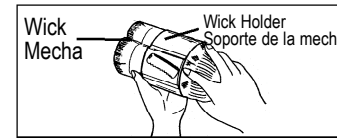

Figure 4/Figura 4
8. Align the set line on the orange band or if no set line, align the bottom edge of the band with the bottom edge of the wick holder and press the wick firmly into the wick holder. (Fig. 4)
8. Alinee la línea señalada en la banda naranja o, si no hay línea señalada, alinee el filo inferior de la banda con el filo inferior del aguantador de mecha y presione firmemente la mecha hacia adentro del aguantador de mecha. (Fig. 4) (Véase manual de usuario)